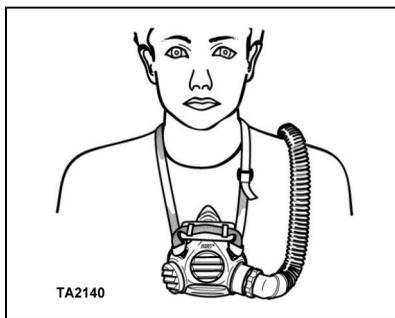

Fig. 1
4. Ajuste o conjunto das tiras de forma à fivela ficar afastada da máscara e da almofada da cabeça ficar na parte superior da máscara. Coloque a tira em volta do pescoço (veja a Fig. 1).